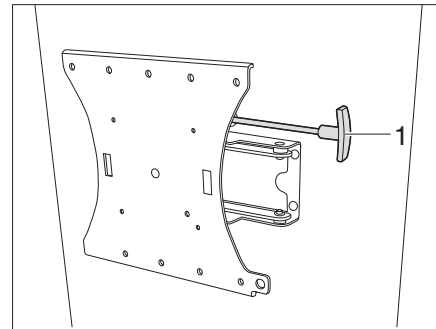

Figure 133 Support à bras articulé (variante 2)
- Tirer sur le levier (Figure 133,1) pour détacher l'écran plat du dispositif de blocage.
- Repousser le levier (Figure 133,1) vers le dispositif de blocage.